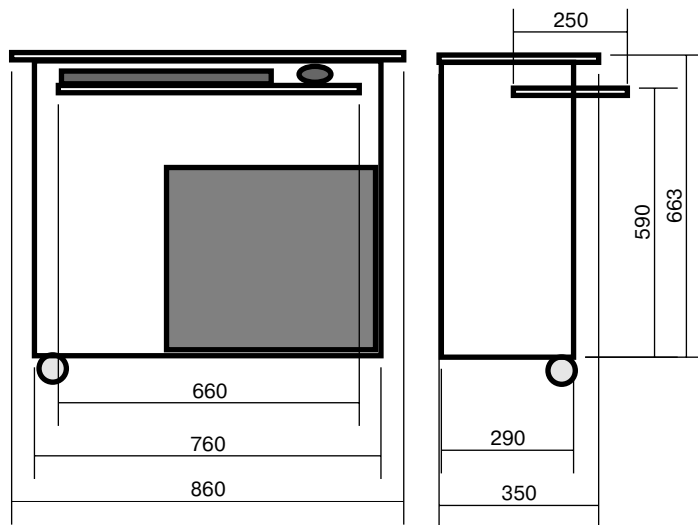

Рис. 1.6
- ◆ Смоделировать размещение человека за столом перед монитором, перемещая отдельные элементы и изменяя их размеры. Возможно, стоит дополнить набросок еще одной или двумя проекциями: видом спереди и сверху. В результате должно появиться что-то, подобное изображению на рис. 1.6.